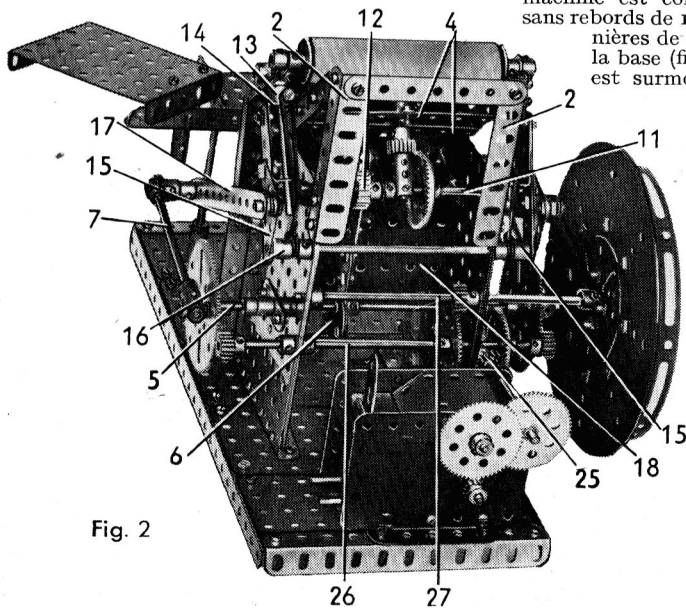

Fig. 2
Un moteur électrique Universel est boulonné à l'arrière de la base (fig. 2) et est doté d'une démultiplication de 16/1 obtenue par deux pignons de 15 dents et deux roues de 60 dents. L'arbre moteur porte un pignon de 19 dents qui entraîne une roue de champ de 50 dents bloquée sur une tringle (26). Des pignons de 19 dents montés aux extrémités de la tringle (26) engrènent avec les roues de 95 dents portées par la tringle (5). Une roue de 57 dents, fixée elle aussi sur la tringle (26), entraîne un pignon de 19 dents monté sur l'axe du volant (27). Le volant est formé de deux plaques circulaires de 15 cm. et d'un flasque circulaire à rebords pris entre deux plateaux centraux.